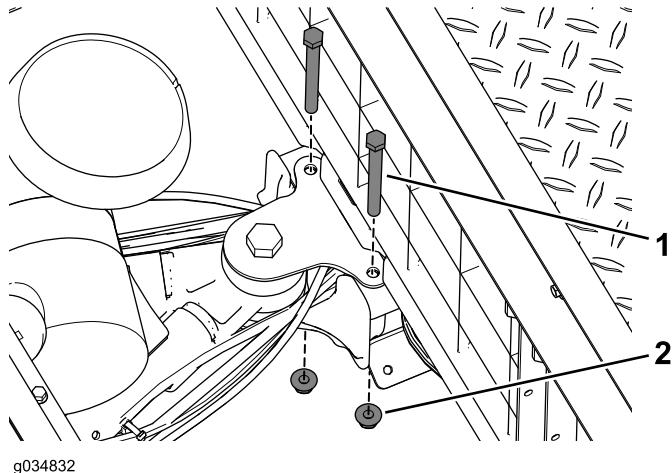

Рисунок 19
6. Выверните болты и фланцевые гайки, которые крепят опору поворотного рычага к центральному швейлеру (Рисунок 19).